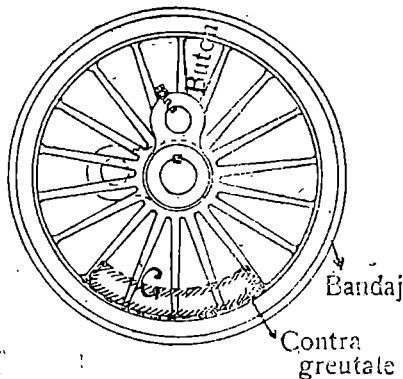

Fig. 22
Cadrul. (Fig. 22) este format din două longeroane paralele cu axa locomotivei așezate între roți (I) sau în afara lor (II), legate și întărite prin traverse. Longeroanele interioare se pot întări ori cât de bine căci nimic nu ne stă în cale. Dar aceste longeroane au și inconveniențele lor, limitează lărgimea focarului; neavând unde pune cutia de unsoare, din cauza cutiei de foc, suntem siliți uneori, ca la mașinile noastre Orleans, să mai adăogăm în afară o bucată de longeron în dreptul roții de dinainte, pentru ca să avem de unde o prinde. Longeroanele exterioare au avantajul de a lăsa focarului toată lărgimea și de a permite controlarea ușoară a cutiilor de unsoare; dar sunt mult mai greu de întărit din pricina roților, mai ales când aceste sunt mari.
Contra-greutăți. Osiile montate trebuie să fie perfect echilibrate căci altfel, când se învârtesc, forța centrifugă tinde sau să le ridice sau să le apese pe șine în mod neegal. Pentru a evita aceasta, osiile libere de mașini, tendere și vagoane, după ce s'au strunjit, se centreează pe ștrung. La osiile motoare și la cele cuplare, se pun greutăți (G Fig. 22) în partea opusă manivelei pentru a echilibra greutatea manivelor, a butoanelor de manivele și a bielelor. Aceste greutăți se puneau înainte între două, trei spițe și se fixau cu nituri; astăzi se forjează sau se fășonează odată cu roata după cum și aceasta este de fier forjat sau de oțel fasonat.